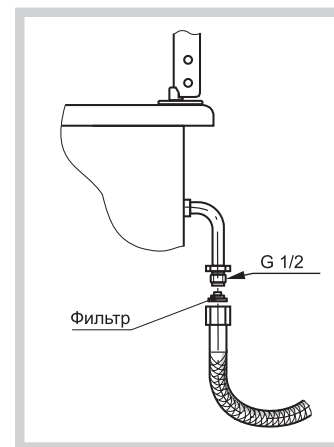

Рис. 13
- выбранный шланг должен иметь документ, указывающий дату изготовления, срок службы и замены. Он устанавливается в соответствии с рис.13;